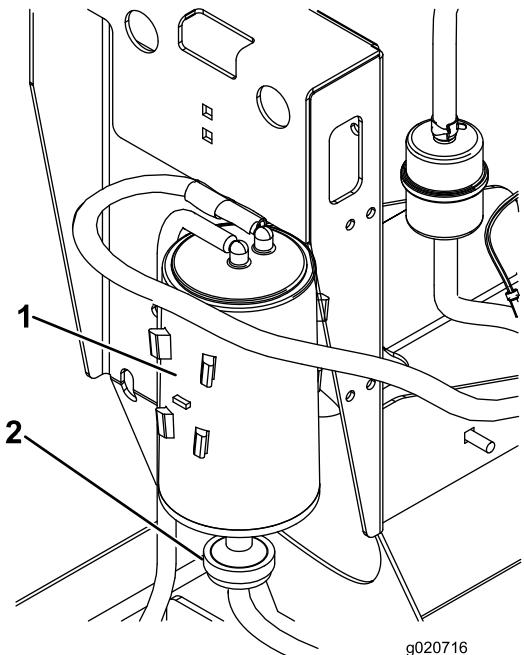

図 21
- カーボンキャニスタ・エアフィルタからホースを取り外す（図 21）。
- カーボンキャニスタ・フィルタを取り外して廃棄する（図 21）。